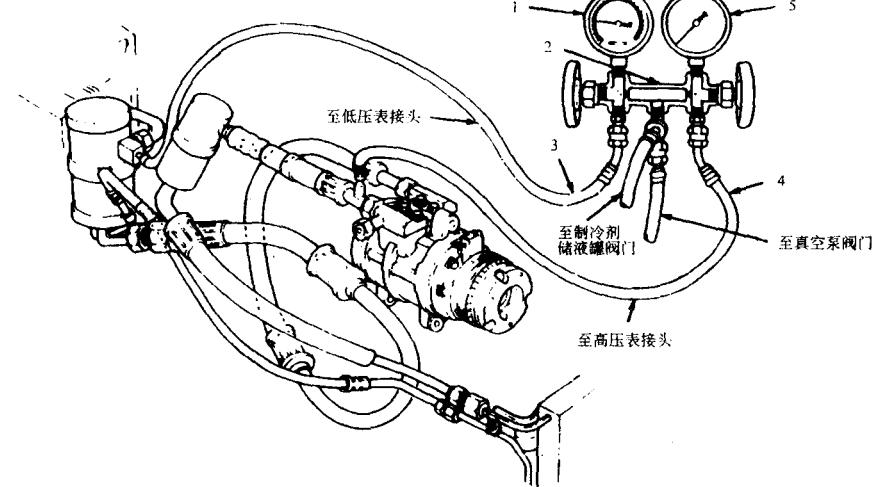

图 1-14 空调系统维护专用接头，福特公司的固定量孔系统
1) 连接歧管压力表或充注设备，参考图 1-14。如果正在维修的车型上，低压侧维修接头安装在储液干燥器上，就把中心软管连接到充注用制冷剂罐的液态出口接头上。如果低压侧维修接头在制冷剂吸入软管上，就把中心软管连接到充注用制冷剂罐的气态出口接头上。